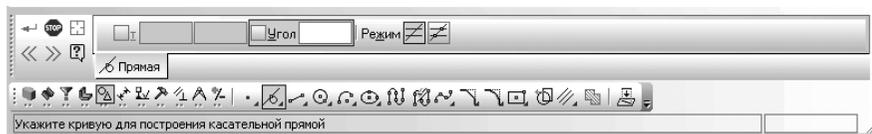

Рис. 2.95. Фрагмент главного окна системы: **Панель свойств: Касательная прямая через точку на кривой**, **Компактная панель** и **Строка сообщений**
- удерживая нажатой левую кнопку мыши, переместите указатель мыши на кнопку под названием  – **Касательная прямая через точку на кривой** и отпустите ее. Появится **Панель свойств: Касательная прямая через точку на кривой** (рис. 2.95).